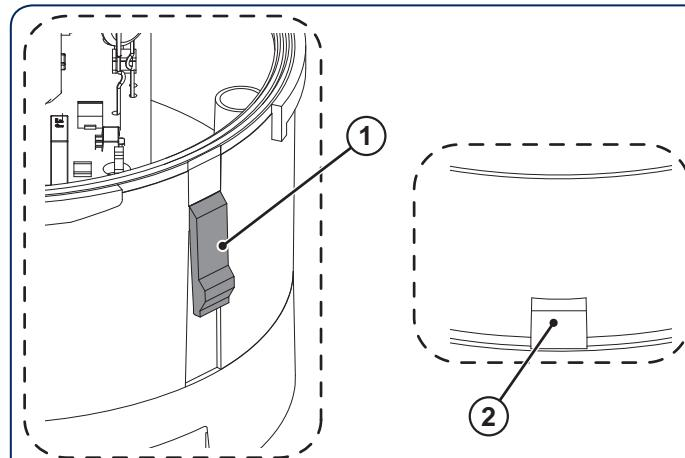

Fig. 10
**Sulla base calotta è presente una linguetta di bloccaggio (Fig. 10 rif. ①) che si deve accoppiare con l'incasso ricavato sulla calotta (Fig. 10 rif. ②).**